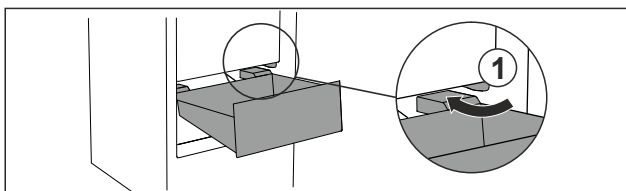

Fig. 93
- Lade schuin rond de stoppers Fig. 93 (1) leiden.